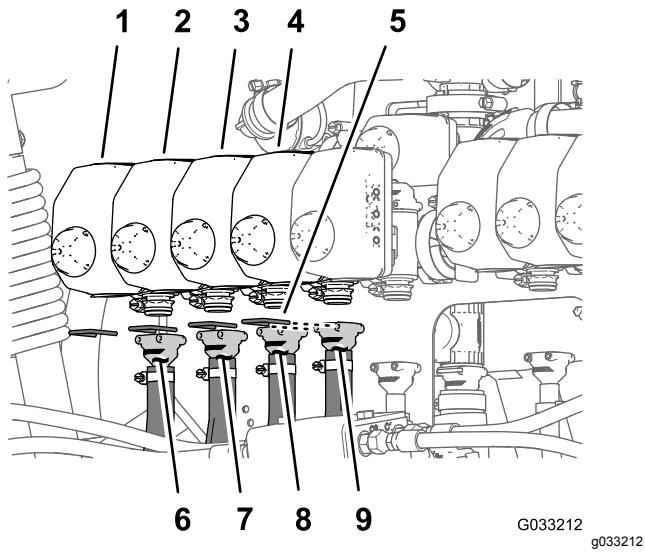
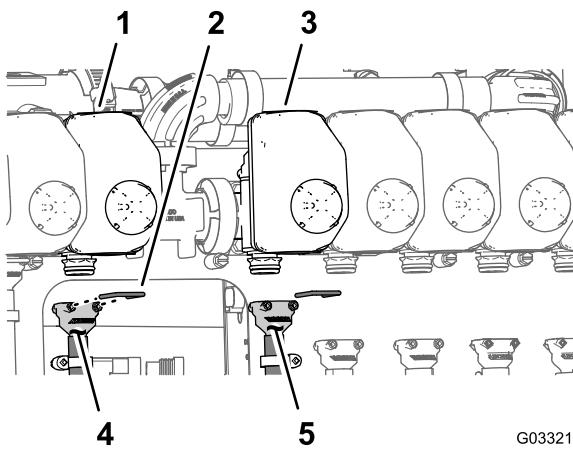
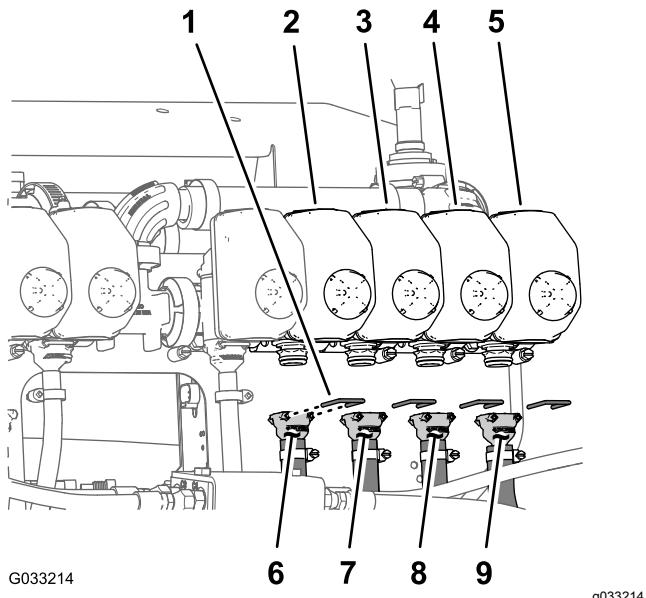

Figura 138
Figura 139
Figura 140
Nota: Consulte la Figura 138 en Conexión de las mangueras a las válvulas de boquillas 1 a 4 \(página 67\), Figura 139 en Conexión de las mangueras a las válvulas de boquillas 5 y 6 \(página 67\), y Figura 140 en Conexión de las mangueras a las válvulas de boquillas 7 a 10 \(página 68\) para conocer las posiciones de las válvulas de las boquillas.
1. Monte el acoplamiento dentado recto de una manguera de suministro de 279 cm en el acoplamiento de la válvula de boquilla 1 (Figura 138).
2. Sujete el conector dentado al acoplamiento con una horquilla de retención (Figura 138).
3. Monte el acoplamiento dentado recto de una manguera de suministro de 234 cm en el acoplamiento de la válvula de boquilla 2 (Figura 138).
4. Sujete el conector dentado al acoplamiento con una horquilla de retención (Figura 138).
5. Monte el acoplamiento dentado recto de una manguera de suministro de 188 cm en el acoplamiento de la válvula de boquilla 3 (Figura 138).
6. Sujete el conector dentado al acoplamiento con una horquilla de retención (Figura 138).
7. Monte el acoplamiento dentado recto de una manguera de suministro de 188 cm en el acoplamiento de la válvula de boquilla 4 (Figura 138).
8. Sujete el conector dentado al acoplamiento con una horquilla de retención (Figura 138).
1. Monte el acoplamiento dentado recto de una manguera de suministro de 81 cm en el acoplamiento de la válvula de boquilla 5 (Figura 139).
2. Sujete el conector dentado al acoplamiento con una horquilla de retención (Figura 139).
- Monte el acoplamiento dentado recto de una manguera de suministro de 81 cm en el acoplamiento de la válvula de boquilla 6 (Figura 139).
- Sujete el conector dentado al acoplamiento con una horquilla de retención (Figura 139).
- Monte el acoplamiento dentado recto de una manguera de suministro de 188 cm en el acoplamiento de la válvula de boquilla 7 (Figura 140).
- Sujete el conector dentado al acoplamiento con una horquilla de retención (Figura 140).
- Monte el acoplamiento dentado recto de una manguera de suministro de 188 cm en el acoplamiento de la válvula de boquilla 8 (Figura 140).
- Monte el acoplamiento dentado recto de una manguera de suministro de 234 cm en el acoplamiento de la válvula de boquilla 9 (Figura 140).
- Monte el acoplamiento dentado recto de una manguera de suministro de 279 cm en el acoplamiento de la válvula de boquilla 10 (Figura 140).